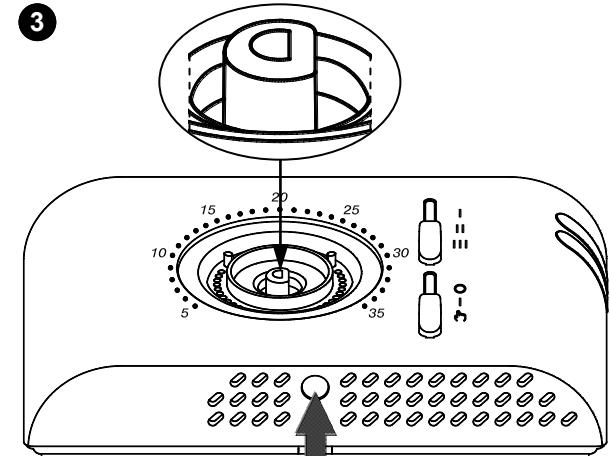

Fig. 4 - Abb. 4
- ➌ À l'aide d'un tournevis, pousser la languette plastique située dans la fente en bas jusqu'à soulever légèrement la calotte (Fig. 4).